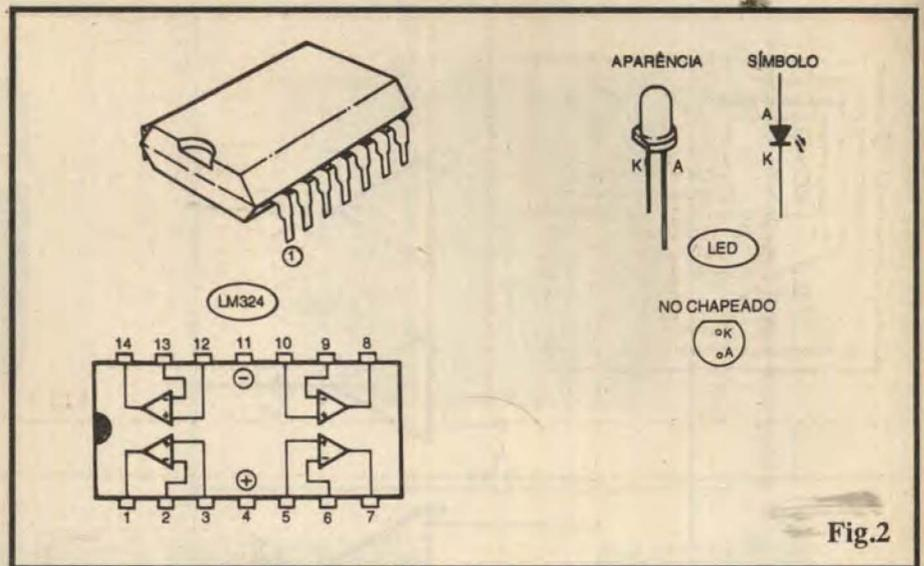
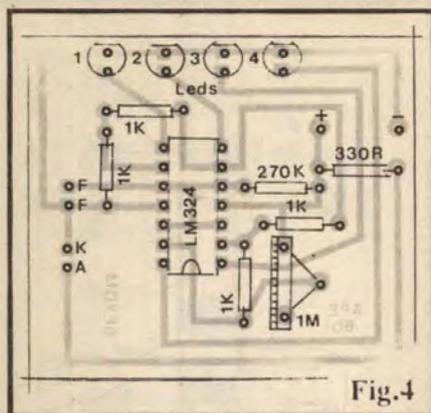

Fig.2
Fig.4
- FIG. 2 - ALGUNS DOS COMPONENTES DA MONTAGEM - Por ser um componente que não "frequenta" os projetos de APE assim com tanta assiduidade, o LM324 é mostrado em todos os seus detalhes de aparência, pinagem e "conteúdo"... Já quanto aos LEDs, embora "manjados", no "chapeado" da BEXOM aparecem em duas configurações diferentes (quanto à estilização visual do componente...), e assim aproveitamos para relembrar sua aparência, símbolo, pinagem, in-
- FIG. 4 - "CHAPEADO" DA MONTAGEM - O módulo eletrônico que constitui o núcleo do projeto tem sua montagem detalhada na figura, que mostra a plaquinha pelo seu lado não cobreado, praticamente com todos os componentes posicionados (menos o conjunto ótico formado pelo LDR e respectivo LED acoplado, a ser visto no próximo diagrama...). Observar que o Integrado e o conjunto de 4 LEDs da barra indicadora incorporada têm posição única e certa para inserção/ligação, uma vez que tratam-se de componentes polarizados... Assim, notar (a FIG. 2 está lá, para relembrar os "esquecidinhos"...) as marcas indicadoras da extremidade de contagem dos pinos do LM324, bem como o posicionamento do chanfro nos LEDs (indicador do terminal de **catodo** - K). Quanto aos resistores comuns, é só "ler" corretamente seus valores (via "velho" CÓDIGO DE CORES...) de modo a não trocar "as bolas" na hora de posicioná-los